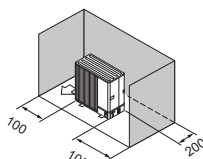

Fig. 2-11
- (3) Obstruções ou superfícies fechadas apenas na parte de trás e nos lados (Fig. 2-11)